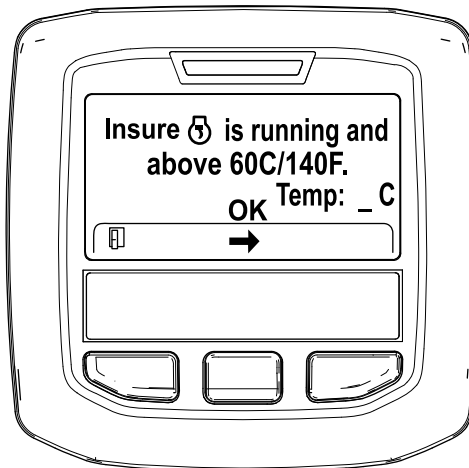

Рисунок 45
5. Если температура охлаждающей жидкости ниже 60 °C (140 °F), появится сообщение "Insure  is running and above 60C/140F" («Убедитесь в том, что двигатель работает и температура выше 60 °C / 140 °F»). (Рисунок 45).